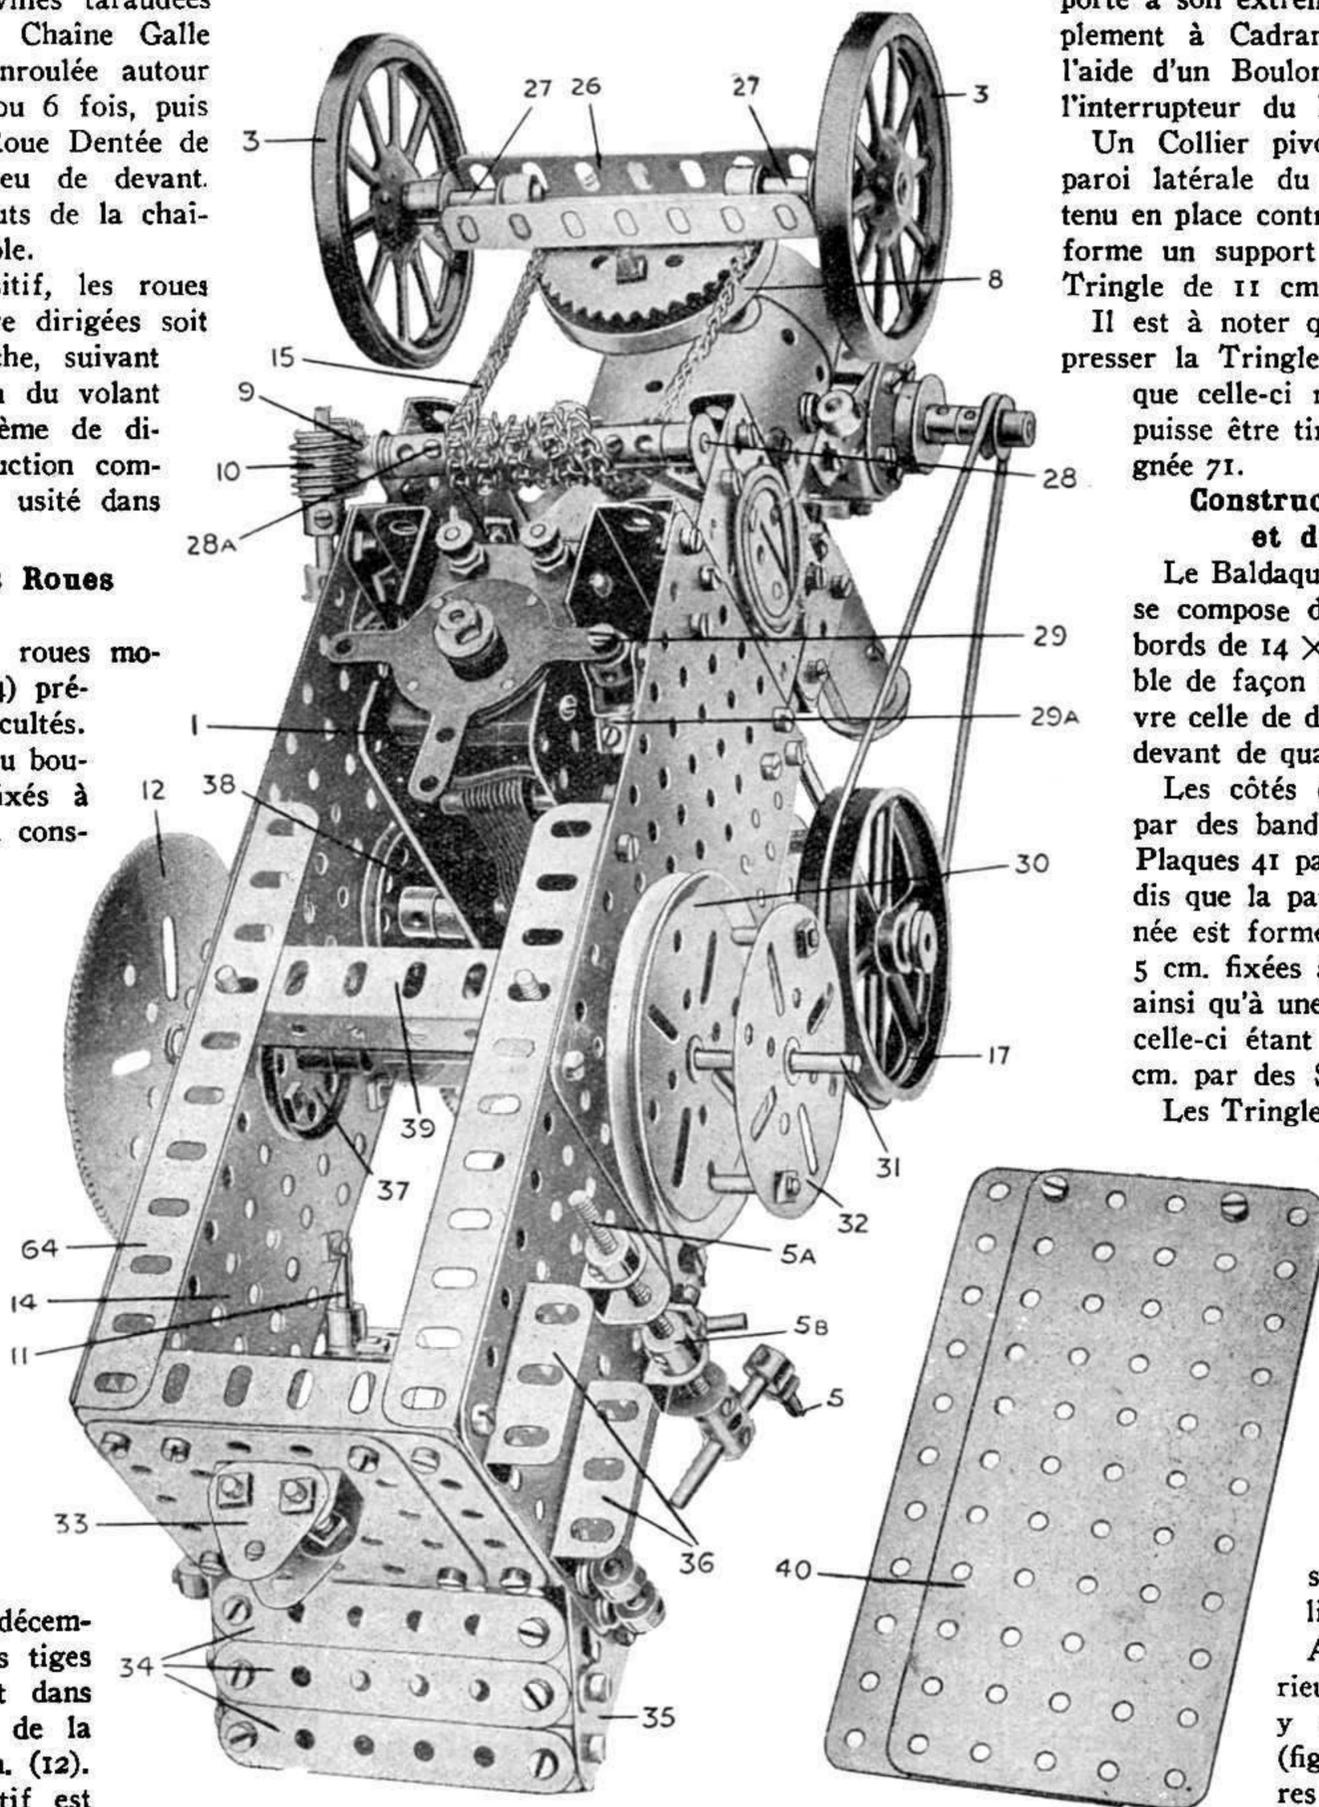

Fig. 5. — Vue de dessous, montrant le mécanisme de direction et le Moteur Electrique.
DANS notre numéro du mois passé nous avons décrit la construction du châssis principal du Tracteur Meccano et nous nous sommes occupés de tous les détails de la Chaudière et du Moteur, ainsi que du mécanisme de freinage. La fig. 4 du présent numéro représente le modèle vu d'en haut, ce qui met en évidence les engrenages et le moteur, tandis que la vue du modèle complet prise d'en bas (fig. 5) montre très clairement la position du Moteur, ainsi que les engrenages de direction et de freinage. Après avoir construit la partie du Moteur et de la Chaudière et l'avoir ajustée à la partie de derrière du modèle, comme nous l'avons décrit le mois dernier, il faut passer à la construction du mécanisme commandant le mouvement du modèle.
Les roues motrices de devant 3 (fig. 5), qui consistent en Roues de 75 mill., sont montées sur les Tringles de 38 mill. (27) passées dans les trous d'une Bande Courbée de 90 x 12 mill. Celle-ci est fixée à l'intérieur d'une cornière en « U » formée de deux Cornières de 9 cm.
(26) boulonnées ensemble, comme on le voit sur la fig. 5. Les extrémités intérieures des Tringles sont passées dans des Equerres boulonnées aux Cornières et sont tenues en place par des Colliers fixés aux Tringles contre les Equerres. Ce dispositif est montré sur la fig. 5.
Le Boudin de Roue 8 (fig. 5) est fixé aux Cornières 26 par des Boulons passés à travers une Roue Dentée de 5 cm.; une Tringle de 38 mill. fixée à celle-ci joue le rôle d'un pivot pour l'essieu de devant. La Tringle est passée dans une Bande à double Courbure 8a (voir fig. 2 dans notre numéro de décembre) boulonnée au-dessous de la Chaudière et est tenue librement en position au moyen d'un Collier placé sur la Tringle à l'intérieur de la Chaudière. Le mécanisme de direction est commandé par une roue directrice 4 (fig. 4) fixée à une Tringle de 20 cm. (11) qui est
passée dans des Supports Doubles boulonnés à la paroi latérale du châssis de la partie arrière du modèle (voir aussi fig. 3, M.M. de décembre). La Tringle de direction 11 porte à son extrémité inférieure une Vis sans fin 10 (fig. 5) qui engage un Pignon de 19 mill. (9) sur une Tringle de 9 cm. (28), cette Tringle étant passée dans des Bandes de 38 mill. boulonnées aux plaques latérales du châssis (voir aussi fig. 3, M.M. de décembre).
La Tringle 28 porte plusieurs Accouplements et Colliers 28A (fig. 5) dont les chevilles taraudées servent à saisir une Chaîne Galle de 40 cm. qui est enroulée autour des accouplements 5 ou 6 fois, puis passée autour de la Roue Dentée de 5 cm. fixée à l'essieu de devant. Naturellement, les bouts de la chaîne sont joints ensemble.
En plaçant la roue sur la Tringle 31 (fig. 5 et fig. 3 du n° de décembre), on verra que les tiges des boulons entreront dans les trous des fentes de la Roue dentée de 9 cm. (12). Le but de ce dispositif est d'assurer une plus forte prise à la roue motrice, que si elle était simplement fixée par les vis d'arrêt des Roues-Barillets fixées aux Disques à moyeu. Quant à la roue motrice gauche, il faut l'écarter de la paroi du châssis de la partie arrière du modèle afin de laisser l'espace nécessaire à la rotation libre du volant 17 (fig. 4). A cette fin on passe sur la Tringle 31 un plateau central de 6 cm. (32) (fig. 5) portant deux Chevilles filetées et sa vis d'arrêt est fixée de façon à ce que les Chevilles filetées engagent les fentes ou les trous du tambour de frein 30.
porte à son extrémité inférieure un Accouplement à Cadran 29A (fig. 5) pivoté à l'aide d'un Boulon 29 à l'un des bras de l'interrupteur du Moteur.
Afin de compléter l'extérieur réaliste du modèle, on y ajoute des marches 36 (fig. 5) formées de Cornières de 38 mill. qu'on boulonne aux Plaques du châssis principal.
Une fois la construction du modèle achevée, on peut placer un Accumulateur Meccano de 4 volts-8 ampères dans l'emplacement qui lui est réservé dans la partie arrière du modèle, comme on le voit sur la vue générale du modèle (fig. 5, ainsi que fig. 1 du n° de décembre), les bornes en étant jointes par deux fils isolés